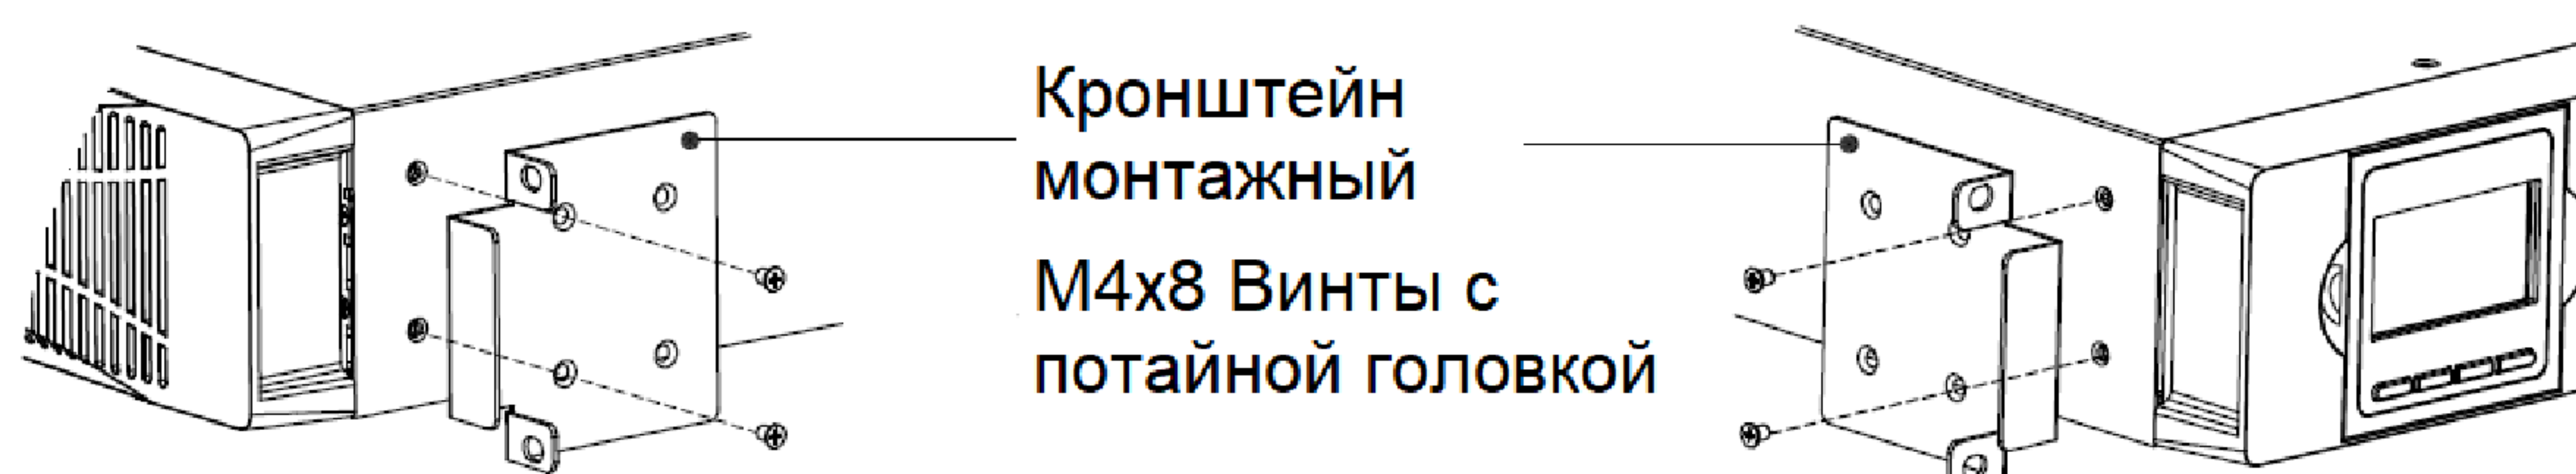

Рис.7 — Установка боковых монтажных кронштейнов на ИБП
5. Кронштейн монтажный** (см. п.4-3, Рис.7) -2шт.
- 7) Совместите монтажные кронштейны с отверстиями для винтов на каждой стороне ИБП и закрепите с помощью прилагаемых винтов с плоской головкой (см. рис.7);